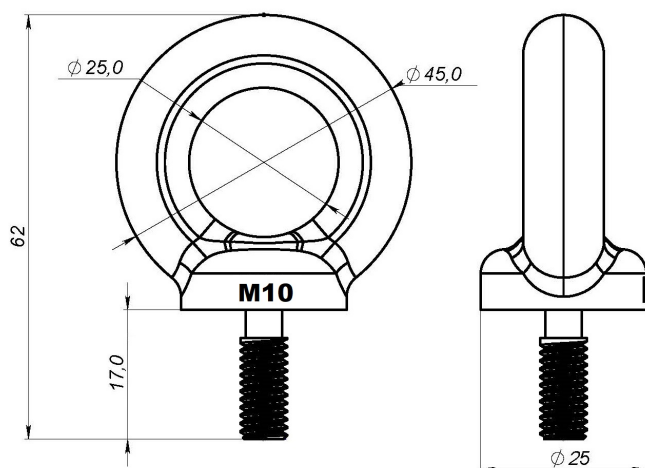

Рис.1
1. Подвесить светильник, используя рым-болт из комплекта поставки, либо установленный на корпусе светильника (рис.1), к опорной поверхности.